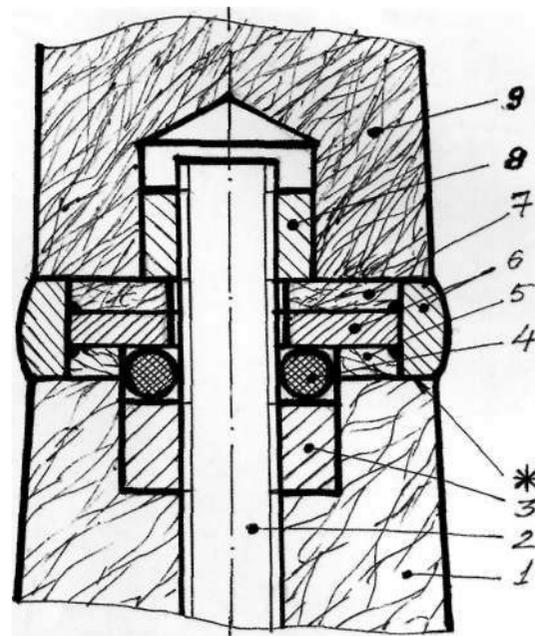

Рис. 5.25. Схема крепления навершия ножа «Щелкунчик»:
Есть еще один нюанс, над которым пришлось серьезно поработать — он заключен в одном из узлов сборки ножа. Отличие состоит лишь в креплении самого навершия, сделанного из самшита (поз. 9 на рис. 5.25), а схема «клинок—стяжка—рукоять—затяжная гайка» такая же. Клинок стандартно скреплен с рукоятью жестко — через стяжку гайкой (см. схему сборки ножа «Фантазия», рис. 5.1). Я достаточно долго продумывал, как решить задачу: точно и, одновременно, просто собрать по месту детали из древесины двух пород (венге и самшита) с промежуточным расположением между ними серебряной шайбы. Вопросов, которые необходимо было разрешить, возникло несколько: крайняя деталь (деревянное навершие) не должна была поворачиваться по резьбе более необходимого и в тоже время точность подгонки всех деталей в этом узле должна быть высокой. Я могу предположить, что способ разрешения этой задачи, найденный мной, кем-то уже применяется, но все равно расскажу о нем.
Деталь 5 (см. схему крепления навершия ножа «Щелкунчик» — рис. 5.25) сложна для посадки в дерево стандартным способом в связи с тем, что необходимо осадить круглую шайбу с маленькими бортами. Поэтому целесообразно сначала посадить металлическую шайбу по плоскости торцов (поз.\*), прижимая ее сверху к рукояти гайкой. А затем необходимо сделать шайбу из дерева (4) под свободное пространство между металлической деталью (5) и рукоятью (1). Главное требование к шайбе — точность посадки в металлическое кольцо по торцу и идеальная толщина. После этого деревянную шайбу необходимо приклеить по месту на клей ПВА, стянув (зафиксировав) все детали вместе гайкой, т.е. надо окончательно собрать нож. До полного высыхания клея. Деревянная шайба удерживает только от осевого смещения и не несет никакой нагрузки. Посадка получается идеально чистой. Шайбы 4 и 6 сделаны из тех же пород дерева, что и основные детали.